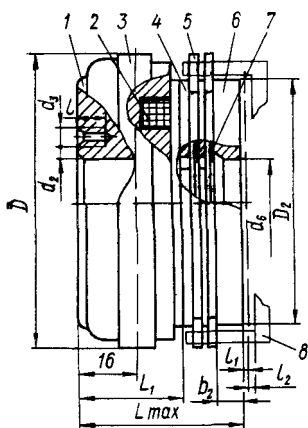

Рис. 1. Муфты 1—5-го габарита
2.3. Габаритные, установочные и присоединительные размеры муфт приведены на рис. 1÷7 и в табл. 2.
3.1. Муфта (рис. 1, 3) состоит из следующих основных частей: корпуса 1, якоря 6, пакета фрикционных дисков, в который входят внутренние 4 и наружные 5 диски и пружинные шайбы 7, расположенные между дисками и служащие для разведения их при отключении муфты.
4.2. При монтаже муфты корпус, диски и якорь надеваются на ведущий (ведомый) вал, имеющий шлицы. Корпус муфты жестко связывается с ведущим (ведомым) валом при помощи трех винтов, для чего в корпусе имеются три резьбовых отверстия d_3 (рис. 1). Фрикционные диски 5 жестко связываются с ведомым (ведущим) валом при помощи поводка 8 (изготавливается потребителем).